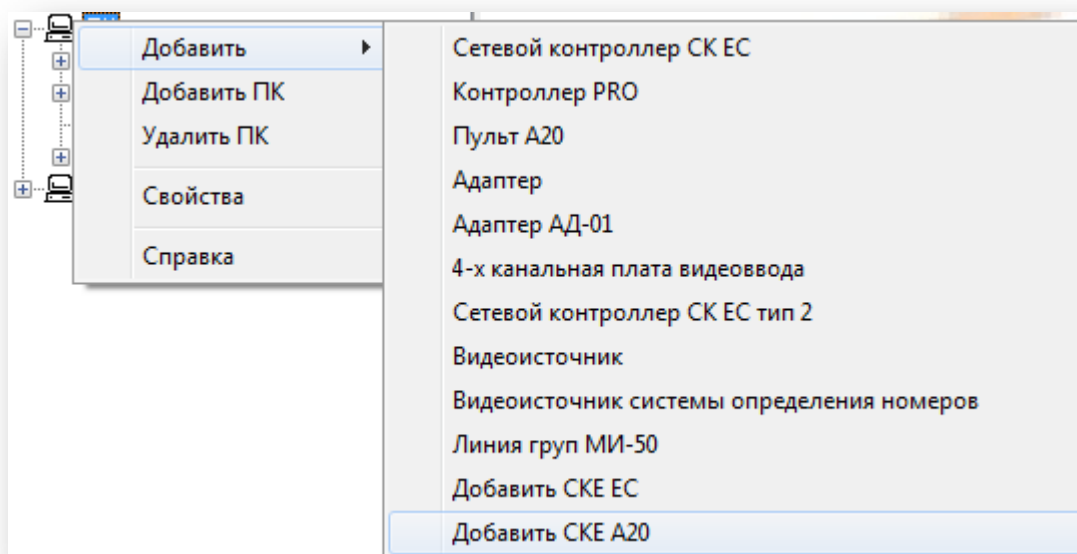

Рисунок 5.3
- Подключение через сетевой контроллер «КОДОС СК-Е». Для этого щелчком правой кнопки мыши по элементу «ПК» выбрать «Добавить», затем выбрать «СКЕ А-20» (Рисунок 5.3).